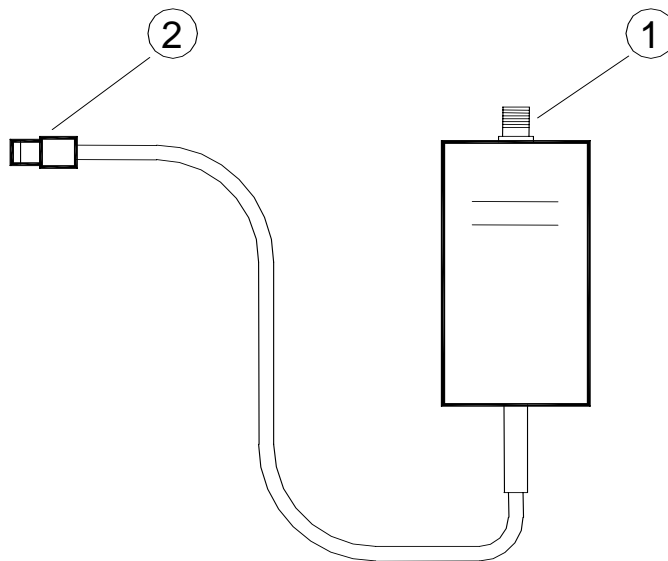

Figura 4
- collegare il connettore Nucletron (vedi Figura 4 N° 2) al connettore corrispondente sul cronometro
- avvitare l'antenna (vedi Figura 4 N° 1)